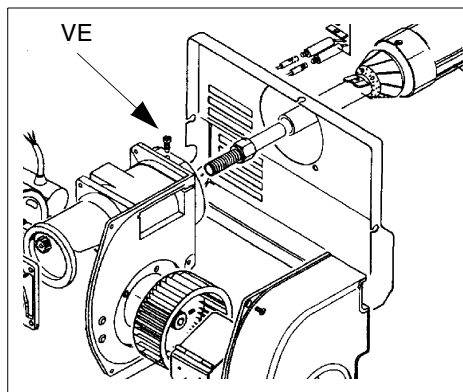
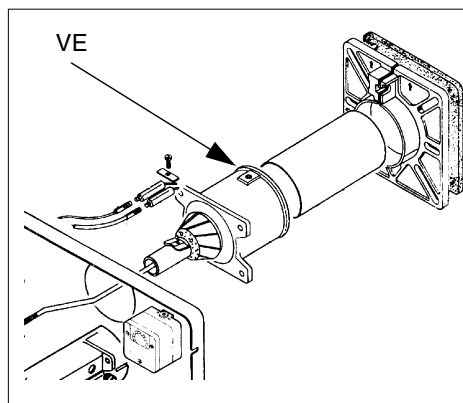
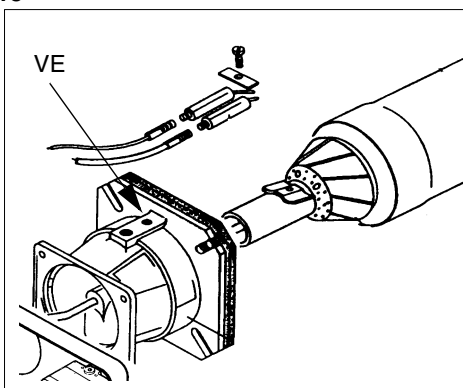

Fig. 28a
Fig. 28b
Fig. 28c
- Smontaggio esame e pulizia testa di combustione (vedi Fig. 28a, Fig. 28b, Fig. 28c);
**Tipo S3 (Fig. 28a) e S5 (Fig. 28b)**
**Tipo S10 - S18 (Fig. 28c)**